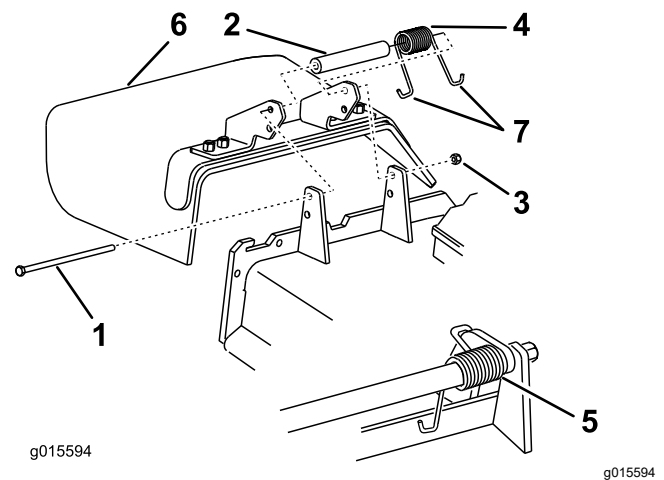

Figura 87
1. Îndepărtați contrapiulia, urubul, arcul și distanțierul care fixează deflectorul pe suporturile pivotante (Figura 87).
2. Îndepărtați deflectorul pentru iarba deteriorat sau uzat (Figura 87).
**Notă:** Asigurați-vă că ai montat capătul în formă de J în spatele marginii punii, înainte de a monta urubul conform Figura 87.
6. Amplasati capătul în formă de J al arcului în jurul deflectorului pentru iarba (Figura 87).